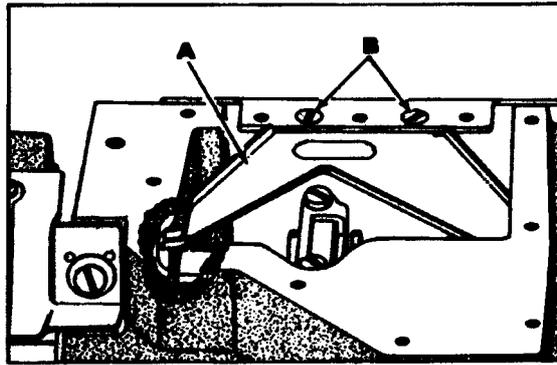

Fig. 21
The oil drip plate (A, Fig. 21) located in the oil reservoir should be positioned with its tip in the recessed cut out in the bed casting, as far to the left as possible without touching. It has elongated mounting holes and can be adjusted by loosening (2) screws (B) in top of the oil reservoir back cover to position as required.
Das Öltropfblech (A, Fig. 21), das sich im Ölbehälter befindet, sollte mit seiner Spitze in der vertieften Aussparung des Gehäuses positioniert werden, so weit links als möglich ohne dieses zu berühren. Es hat verlängerte Aufnahmebohrungen und kann durch lösen der beiden Schrauben (B) im Oberteil der hinteren Abdeckung des Ölbehälters, wie benötigt, eingestellt werden.